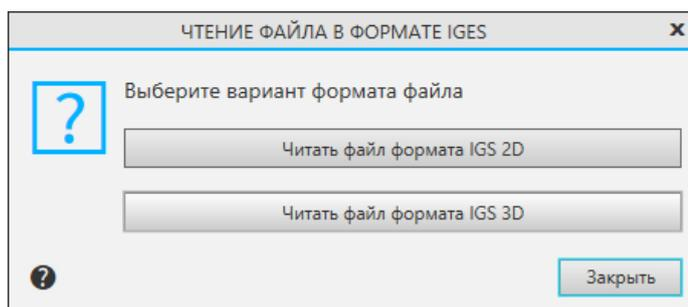

Рисунок 11.13 – Окно «Чтение файла в формате IGS 3D»
- а. Теперь это сечение надо импортировать в Компас. Здесь мы будем использовать небольшой «Костыль». Дело в том, что в компас нельзя просто так импортировать файл, созданный не компасом. Поэтому перед тем, как импортировать сечение в Компас, его необходимо просто открыть в компасе. Для этого достаточно просто перетащить файл нашего сечения в компас и в открывшемся окне выбрать «Читать файл формата IGS 3D» (рисунок 11.13)